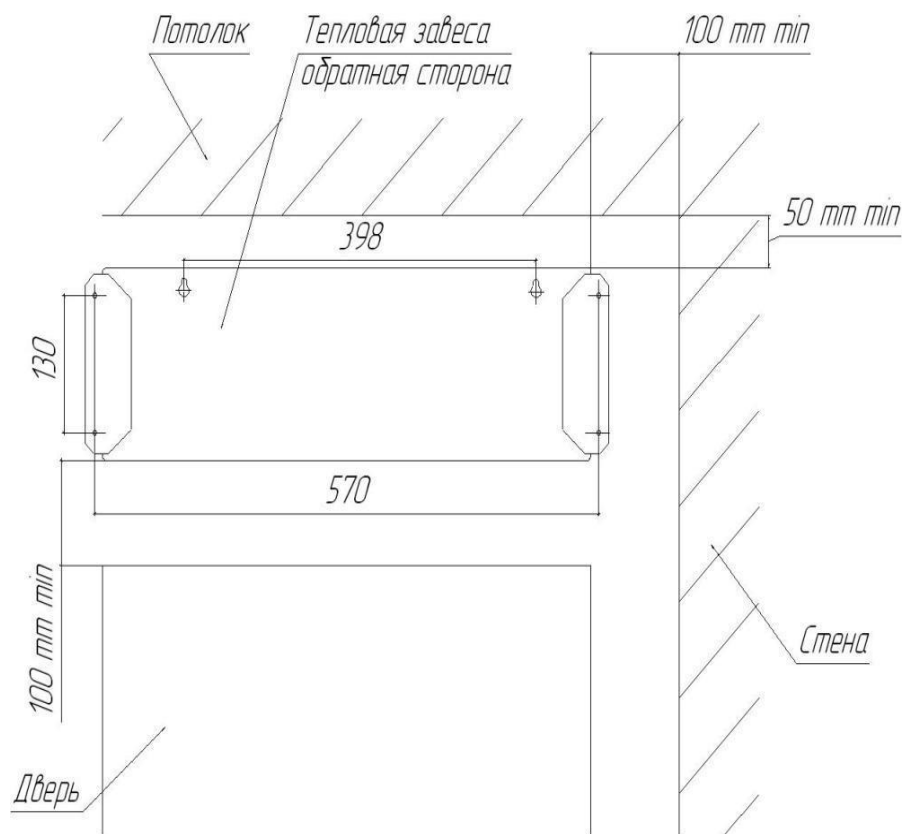

Рис.3 Расположение тепловой завесы над дверью
- Схема установки на рис.3.(настенное исполнение ТЗ-2; ТЗ-2-1)